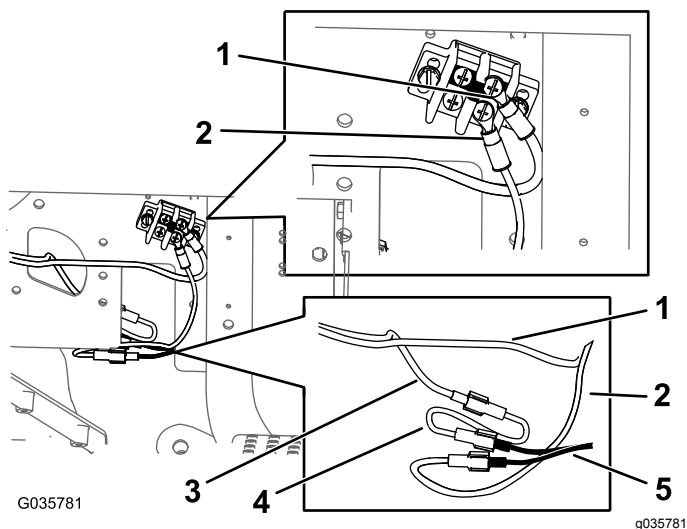

Figure 15
- C. Connectez la cosse en anneau du faisceau de câblage et le faisceau adaptateur de masse au bloc de mise à la masse (Figure 15).
- D. Branchez le faisceau adaptateur d'alimentation au faisceau de câblage (Figure 15).